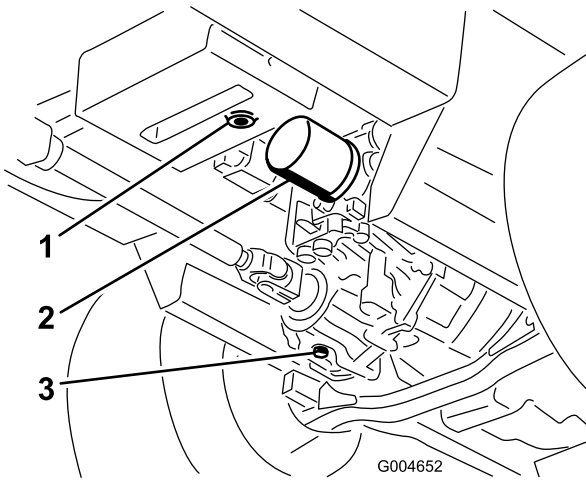

Figure 77
3. Placez un grand bac de vidange sous le réservoir hydraulique et le carter de transmission, et enlevez les bouchons pour vidanger tout le liquide hydraulique (Figure 77).
- Nettoyez la surface autour du filtre à huile hydraulique et enlevez le filtre (Figure 77).